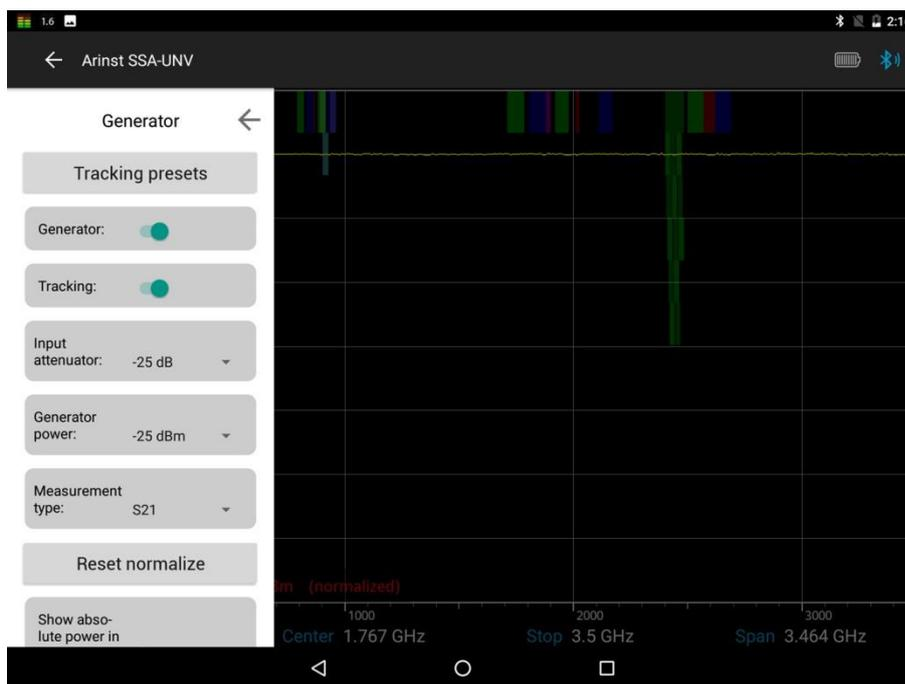

Рисунок 70 – Устранение влияния соединительных проводов и разъемов исследуемой цепи.
9.2.3. Для снятия амплитудно-частотной характеристики тестируемого оборудования, выберите режим **S21** в меню выбора типа измерения **Measurement type**. Соедините между собой выход генератора (1) **TG OUT** прибора и антенный вход (2) **RF IN** и проведите нормализацию **Normalize**, рисунок 70.